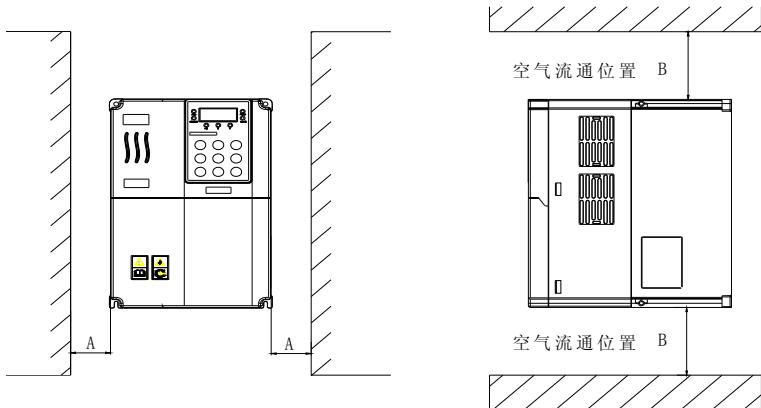

图 3-1 S510 变频器安装示意图
1. 请垂直安装变频器，便于热量向上散发，但不能倒置。若柜内有较多变频器时，最好是并排安装。在需要上下安装的场合，请参考图 3-1 的示意，安装隔热导流板。
2. 安装空间遵照图 3-1 所示，保证变频器散热空间，但布置时请考虑柜内其它件的散热情况。